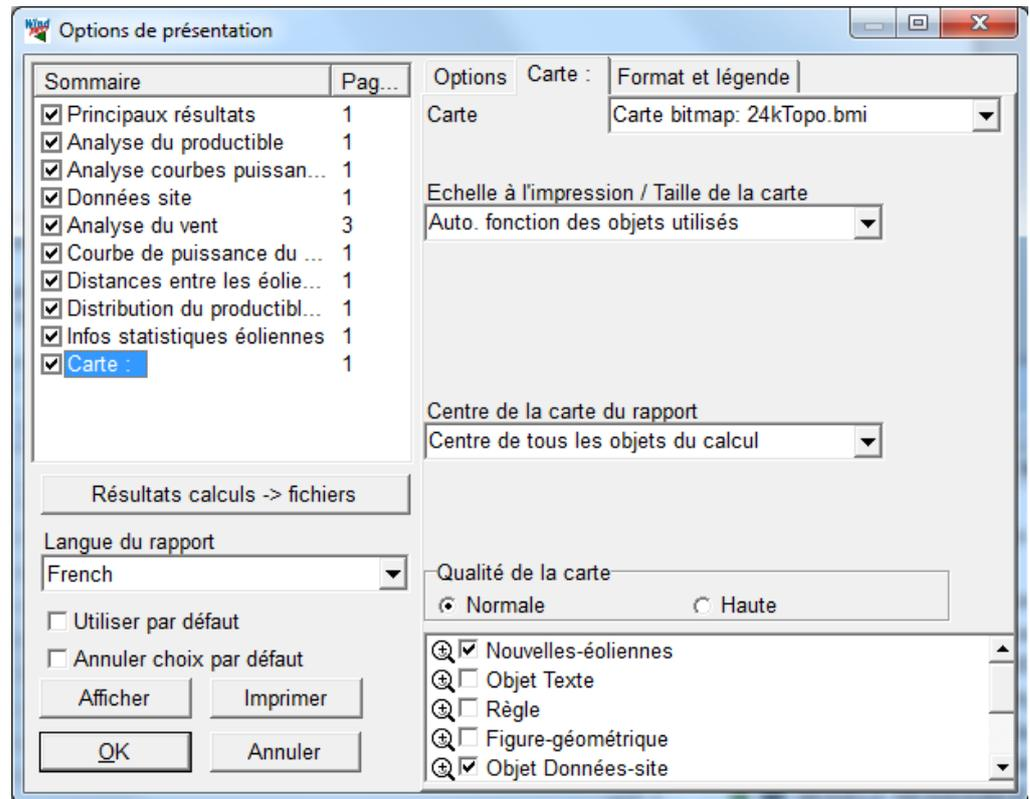
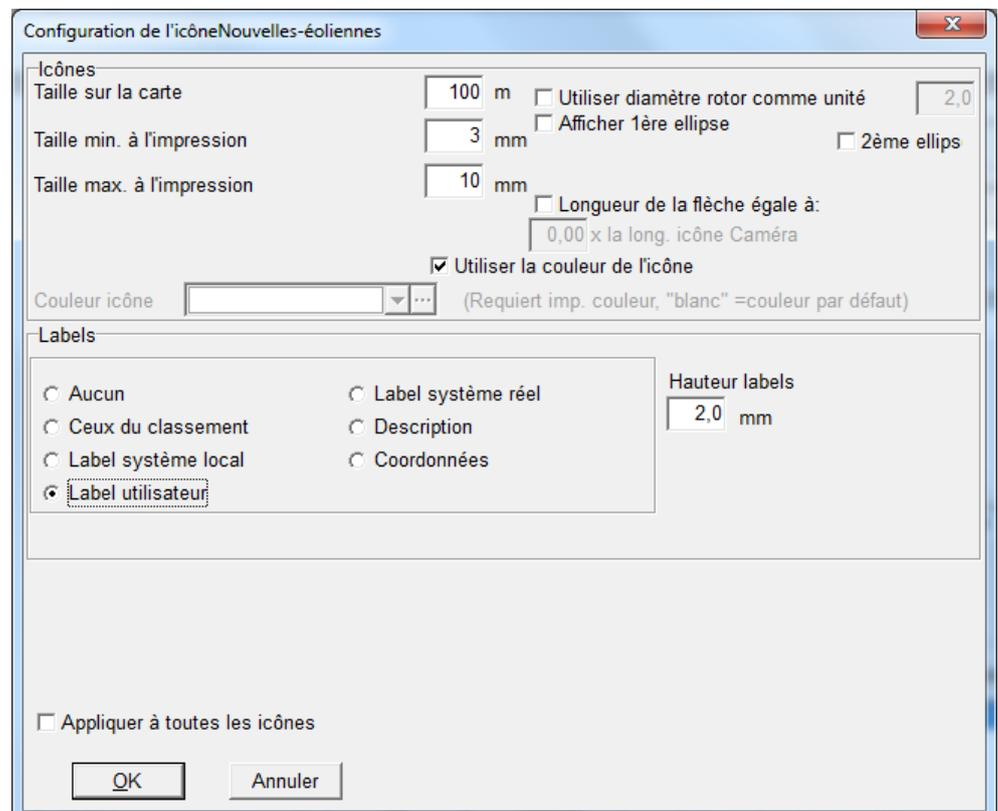

Figure 56
Figure 57
- L'onglet Carte, voir Figure 56, permet, de configurer la carte qui sera présentée dans le rapport : choix de la Carte, de l'Echelle.., du Centre et sélection, dans le cadre inférieur, des objets à représenter. L'apparence de l'icône d'un objet, sur la carte, se configure dans la fenêtre de la Figure 57.
La fenêtre de la Figure 57, s'ouvre en cliquant sur le bouton  à gauche du nom du type d'objet dans le cadre inférieur de l'onglet Carte, voir Figure 56.